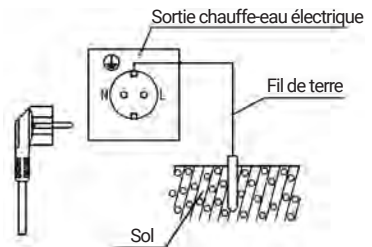

Figure 5
- (9) Après avoir confirmé que les valeurs nominales des compteurs d'électricité, des fils, des interrupteurs, des prises et des fusibles du système d'alimentation électrique répondent aux exigences de consommation électrique de ce produit, connectez une prise de position appropriée pour alimenter le chauffe-eau électrique (comme illustré dans la figure 5). La hauteur d'installation de la prise de courant à partir du sol ne doit pas être inférieure à 1,8 m.
- (10) Après avoir confirmé que les valeurs nominales des compteurs d'électricité, des câbles, des interrupteurs, des prises et des fusibles du système d'alimentation répondent aux exigences de consommation électrique de ce produit, connectez une prise d'alimentation séparée dans une position appropriée pour l'alimentation électrique du chauffe-eau électrique (comme le montre la figure 5). La hauteur d'installation de la prise de courant à partir du sol ne doit pas être inférieure à 1,8 m.